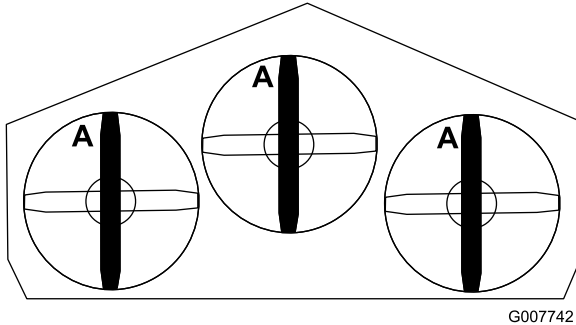

Bild 54
1. Drehen Sie die Schnittmesser, bis die Enden nach vorne und hinten gerichtet sind (Bild 54).